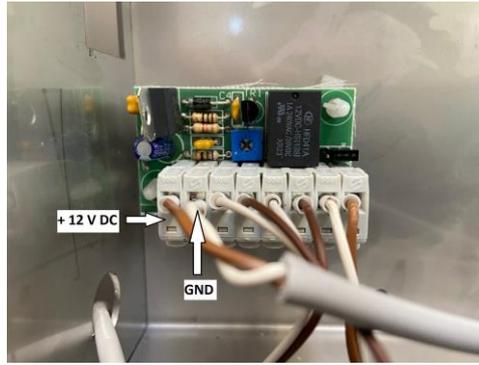

FIG.4
DESPUES DE LOS 5 MINUTOS, SE QUITA LA TENSIÓN A LOS FOTODIODOS (FIG.4)
1. MIENTRAS LA LUZ VERDE PARPADEA, CONTROLAR QUE LA FICHA SEA ALIMENTADA (FIG.4)